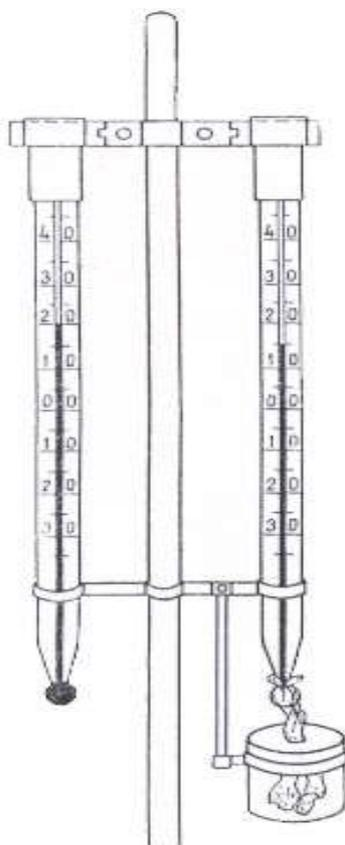

Рисунок 3 – Станционный психрометр
**Станционный психрометр** (рисунок 3) состоит из двух одинаковых психрометрических (ртутных) термометра ТМ-4. Оба термометра должны иметь одинаковые пределы шкал и близкие по высоте положения соответствующих отметок шкалы. Термометры устанавливаются в психрометрическую будку вертикально на специальном штативе.